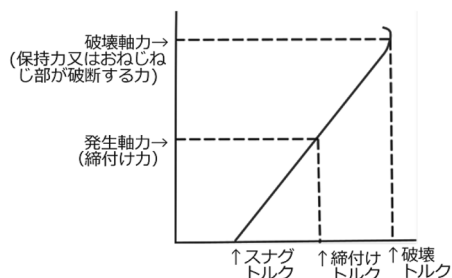

図13 タッピンねじのトルク軸力線図
破壊時の軸力が保持力と等しいと仮定することで推定します。トルクアナライザーで締付け破壊試験を行い、測定したスナグトルク（着座トルク）、破壊トルク及び測定又は算出した保持力を破壊軸力として、図13のようにトルク軸力線図を作成します。トルクと軸力の関係式（式②）よりトルク係数を求め、締付けトルクにおける発生軸力を算出します。